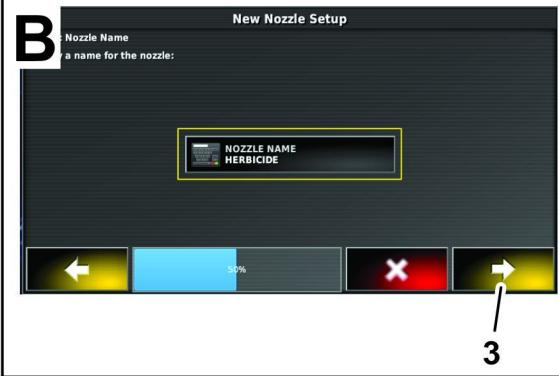

Figura 79
- Introduza o nome do bico com o teclado do visor e pressione o ícone de Confirmar (Figura 79).
8. Na caixa de diálogo de configuração de novo bico, passo 2, pressione o ícone de Confirmar (Figura 79).
9. Na caixa de diálogo de configuração de novo bico, passo 3, pressione o ícone de Confirmar (Figura 79).